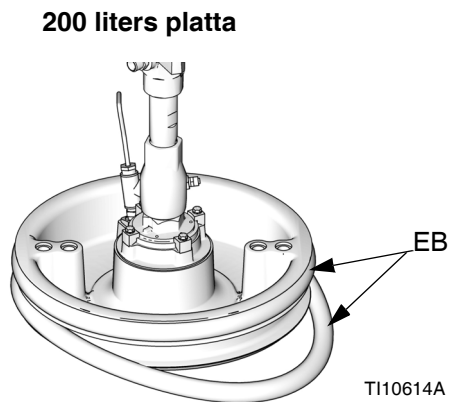

FIG. 34
1. Använd trä- eller plastredskap så att inte skrapan (EB) skadas och se till att få bort allt material ur tätningsspåren.
2. *Börja nedifrån* och vinkla en skrapa (EB) över baksidan av plattan. Se FIG. 34.
3. Sätt i skrapan (EB) i toppspåret och skjut in framsidan av skrapan i spåret.
4. 200-litersskrapa: Sätt i den andra skrapan (EB) i nedre spåret och dra framsidan på skrapan ner i spåret.